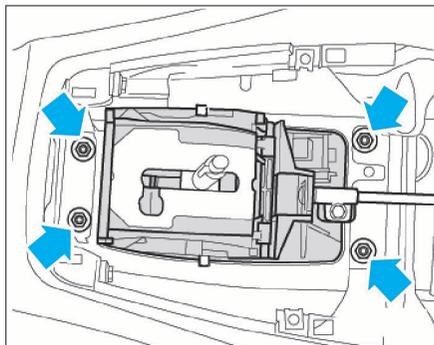

FIG. 29
- Déposer les quatre écrous (flèches) fixant le boîtier sélecteur (Fig.29).